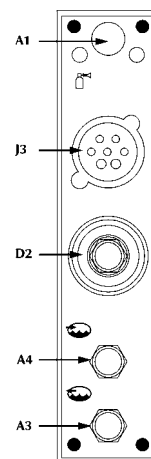

Abb. 20
- Das Kabelbündel an der Steckerbuchse D2 / J3 (Abb. 20) und die Schläuche der Kühlflüssigkeit, falls benutzt, an den Steckerbuchsen A3 / A4 anschließen.
- Den Gasschlauch mit dem hinteren 1/4" Anschluss verbinden (Abb. 20).